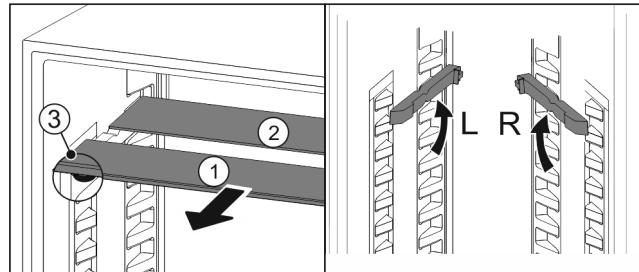

Fig. 24
- Vytiahnite sklené dosky jednotlivo dopredu Fig. 24 (1).
► Sklená doska Fig. 24 (1) s ozdobnou lištou leží vpred.
► Zarážky Fig. 24 (3) ukazujú nadol.